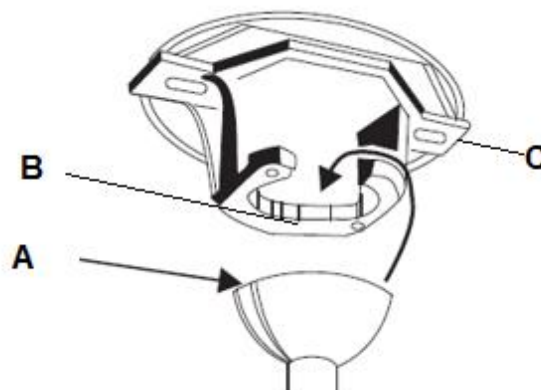

Fig. 5
Soulevez le ventilateur complet pour le placer sur le support de montage. Assurez-vous que la fente (A) de la rotule de la suspension est positionnée sur la goupille clé (B) du support de montage (C) pour empêcher le ventilateur de tourner lorsqu'il fonctionne. (Fig. 5)